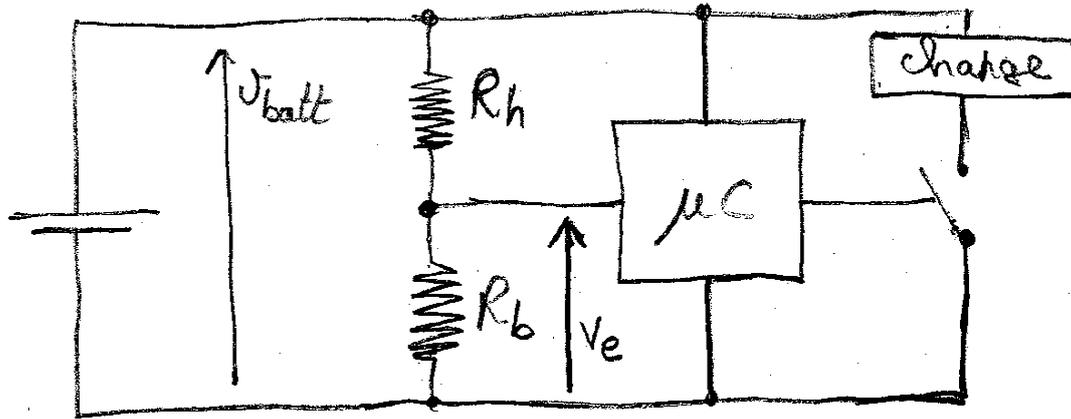

Figure 1: Schéma de principe du système étudié.
3. (10 points) Pour allonger la durée de vie d'une batterie NIMH ou Li-Ion², il faut éviter de la décharger complètement. Ceci peut être réalisé à l'aide d'un microcontrôleur, qui surveille la tension aux bornes de la batterie et commande l'ouverture ou la fermeture d'un interrupteur (un simple transistor de puissance) pour que la batterie n'alimente la charge que si la tension est supérieure à un seuil (voir figure 1).